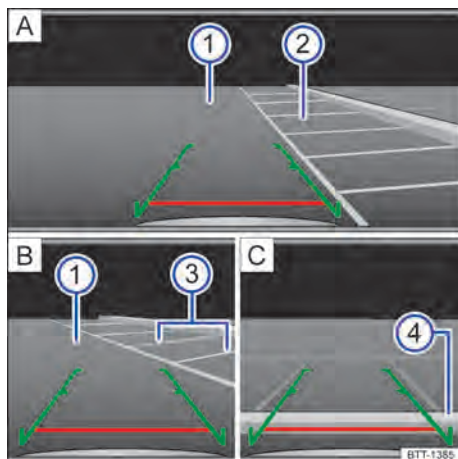

Fig. 120 Visualización de la pantalla del sistema de radio: estacionar con la cámara de marcha atrás.
- Posicionar el vehículo delante del hueco de aparcamiento → **fig. 120** **2** **A**.